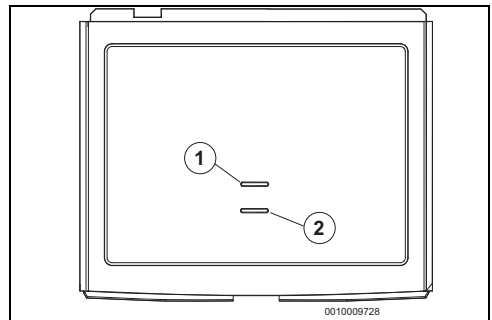

Bild 16 Funkmodul
- ▶ Während die Bedieneinheit verbindet, Verbindungs-Taste (→ Bild 16, Pos. [2]) am Funkmodul für fünf bis zehn Sekunden drücken, um das Funkmodul zu verbinden.
Die LED (→ Bild 16, Pos. [1]) blinkt während der Verbindung zwei mal in fünf Sekunden.